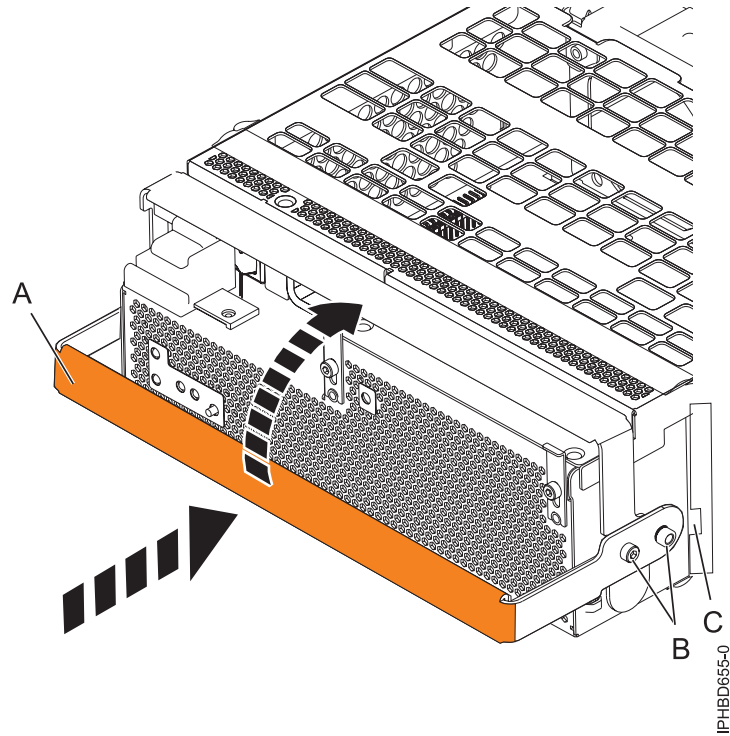

Figure 71. Remplacement d'un bloc d'alimentation
10. Pour remplacer l'alimentation électrique, avec la poignée de verrouillage **(A)** en position ouverte, insérez l'alimentation électrique dans l'unité d'extension comme indiqué à la figure 71, à la page 89.